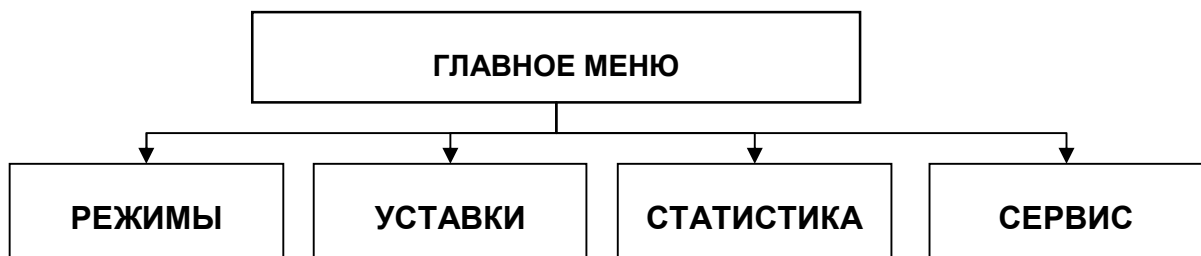

Рис.1
1.1.6.6 Контроллер поддерживает на индикаторе внешнего пульта настройки и индикации структурную схему системы меню, приведенную на рис. 1.